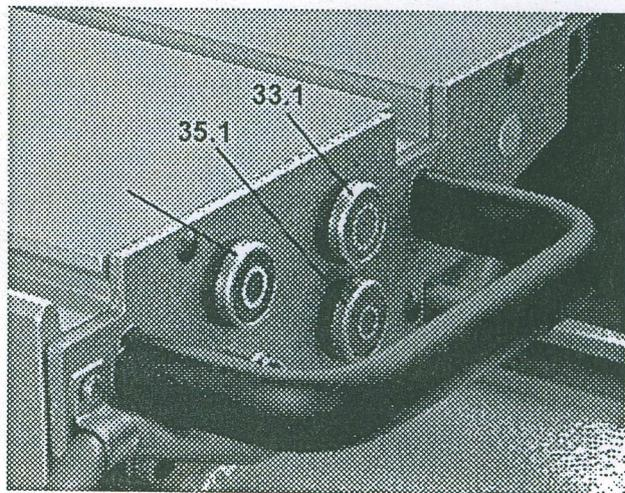

Bild 5.12
- Siehe Bild 5.12, die Bedientaster am Führungsbalken entfallen.